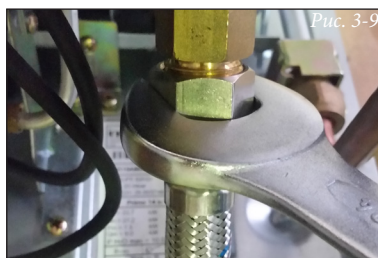

Рис. 3-9
- Соедините трубку подачи воды (Рис. 3-9);